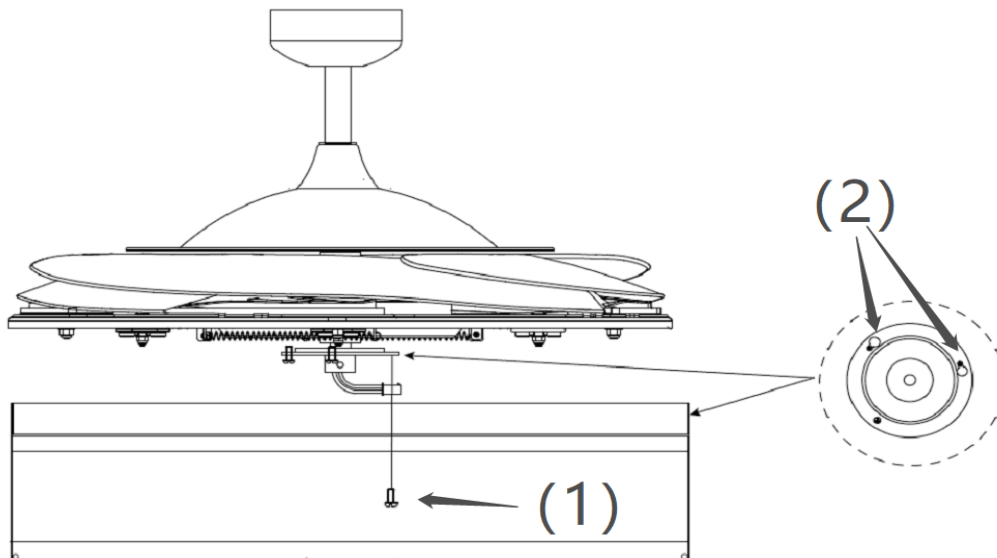

Fig. 6
INSTALLAZIONE DEL KIT LUCE (Fig. 6 e 7)
1. Allentare la vite (1) dal supporto sul ventilatore. Allineare le due viti con i fori (2) sulla staffa del kit luce (7) (Fig. 6).
2. Ruotare il kit luce in senso antiorario finché le viti non sono fissate saldamente all'estremità delle fessure (2).
3. Fissare la vite (1) al supporto del paralume. Serrare tutte le tre viti. Non avvitare eccessivamente.